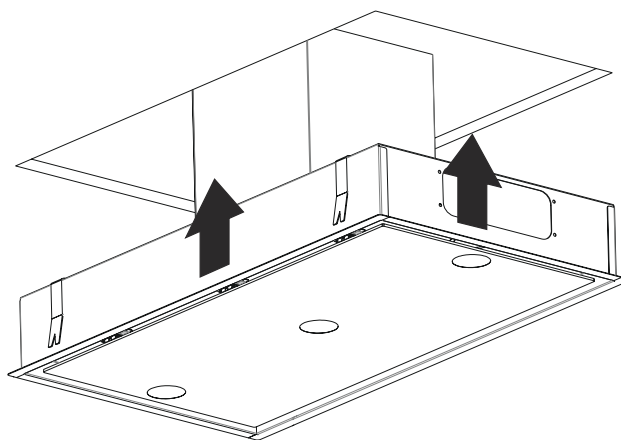

Fig. 9
3. → Produkten skjuts upp i hålet (Fig. 9).